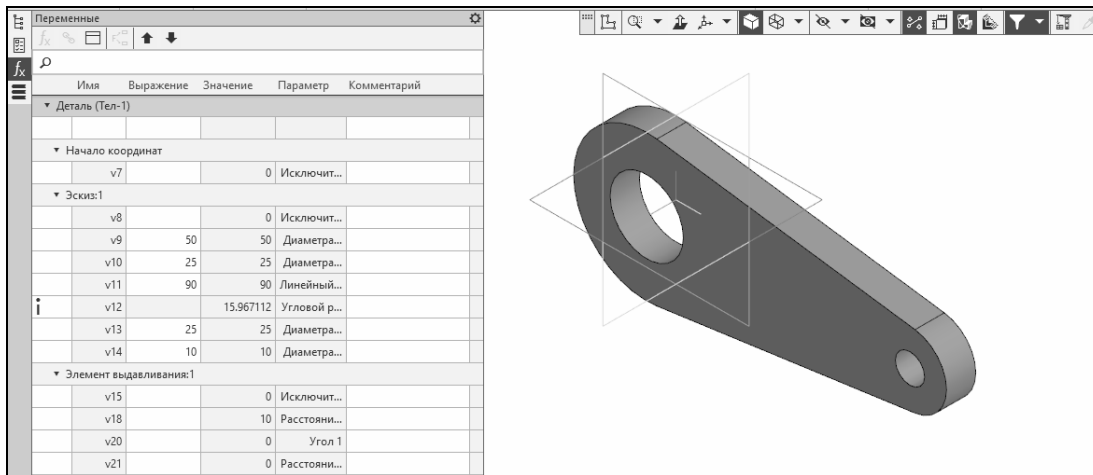

Рис. 8.3. Окно **Переменные** с трехмерной моделью детали
• Выберите команду **Переменные** . Откроется окно **Переменные** (рис. 8.3).